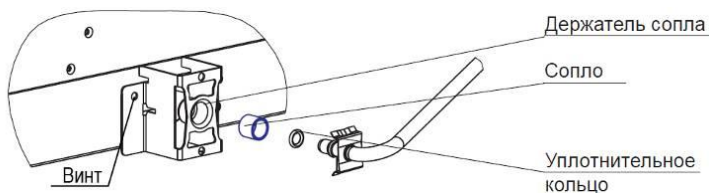

Рис. 7 Замена сопла подовой горелки
- Отверткой отсоединить клипсу крепления газопровода от скобы и заменить сопло согласно Табл.2 (Рис. 7).